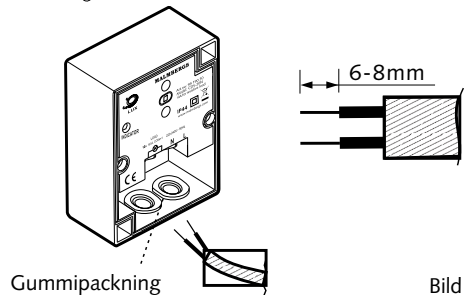

Bild 7
3. Skala strömkabeln 6-8 mm och dra den sedan genom gummipackningen (se bild 7).